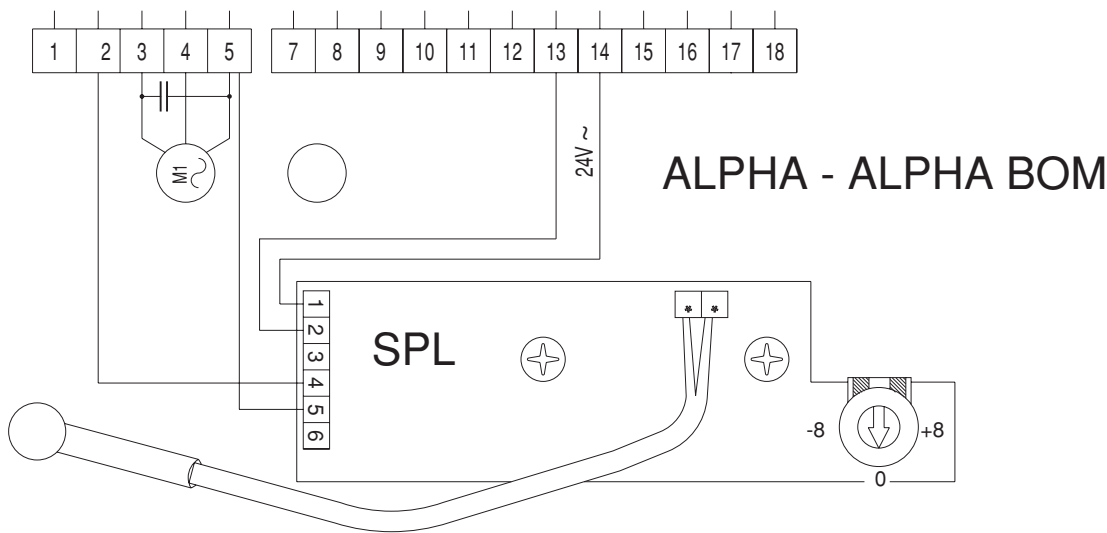

Fig. 5
12) КЛОНИРОВАНИЕ ПУЛЬТОВ (РИС. 5)
ME (рис.5)